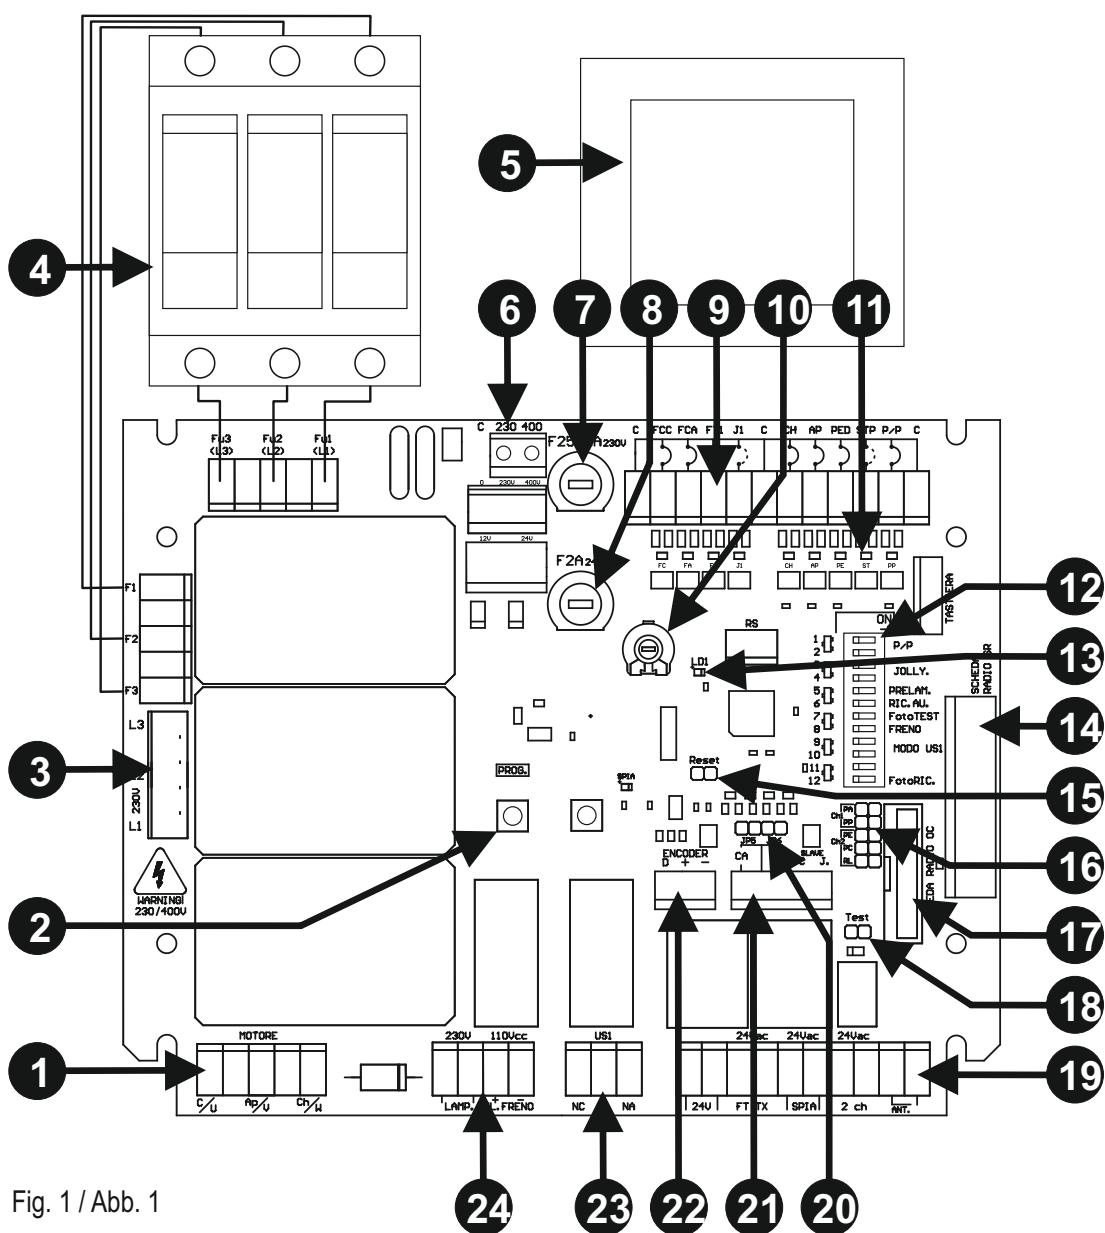

Fig. 1 / Abb. 1
The various options described can be selected using the function dipswitch (part 11 of fig.1).
- 2) Reset the unit by turning the control unit off and on, or by shorting the RESET pins for a few seconds (detail 15 of fig.1). Keep the key PROG./STOP pressed.
BESCHREIBUNG DER VERSCHIEDENEN TEILE (Abb. 1)
- **Mit dem befähigten Fototest und der Zentrale in Stand-By sind die Sender der Fotozellen nicht versorgt und der Eingang FT1 ist offen (LED ausgeschaltet). Unter dieser Bedingung kann auch der Betrieb der Fotozellen durch Kurzschließen des Test-Jumpers überprüft werden (Detail 18 der Abb. 1).**
EMPFÄNGER OC2 (Det. 17 in Abb. 1)